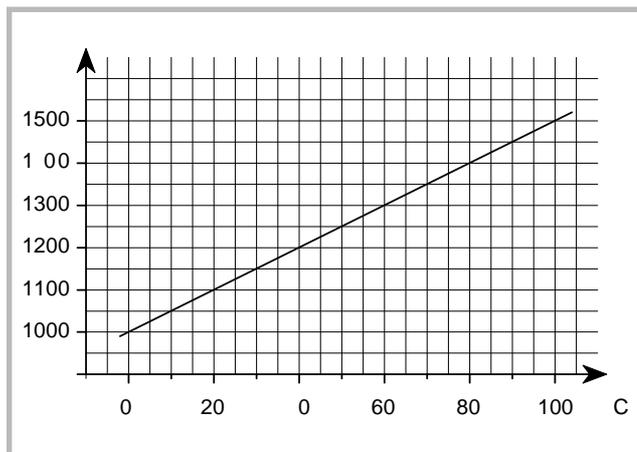

Fig. 6 - Sonde QAD21 et QAZ21
- Sonde de température chaudière et eau chaude sanitaire (ECS) QAZ21 (Fig. 6)
- Sonde de départ chauffage QAD21 (Fig. 6)